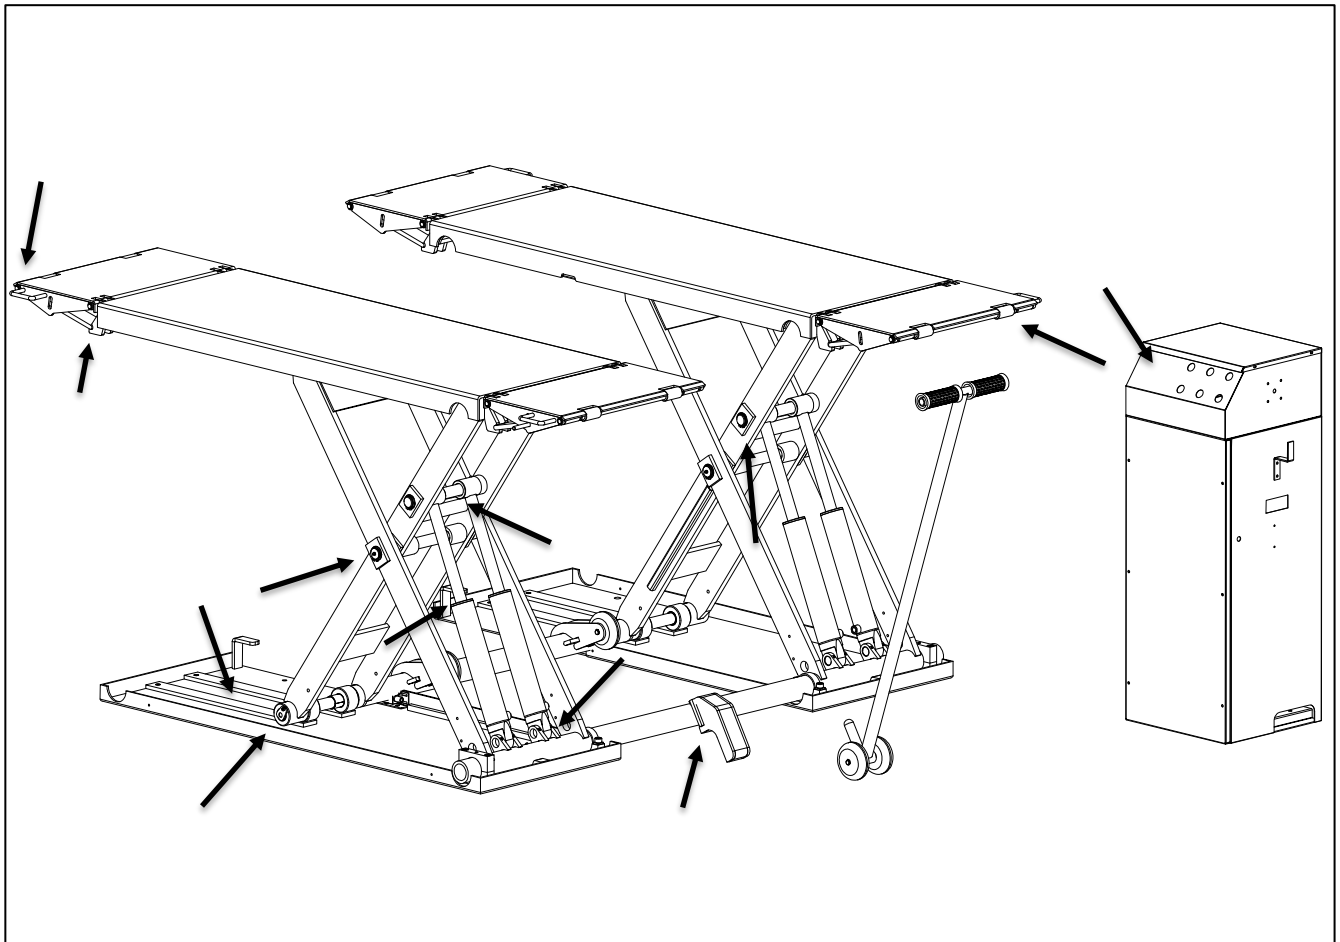

Fig. 9 - Tjek ved årlig vedligeholdelse af maskinen
6.4 Årlig vedligeholdelse (visuel oversigt fig. 9)